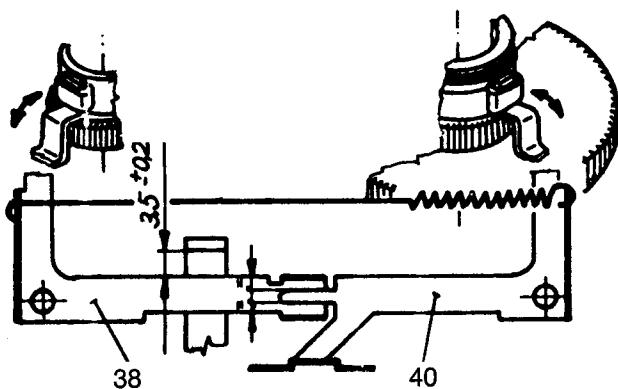

Fig. 1
| 1. Bremsarme (38) u. (40) unter den mit Gummi verkleideten Enden.- Biegen- Spitzzange   | Die Zunge des rechten Bremsarmes soll in der Mitte der Gabel des linken Bremsarmes liegen.(Fig. 1)  | Alle Tasten sollen sich in Ruhestellung befinden.   |